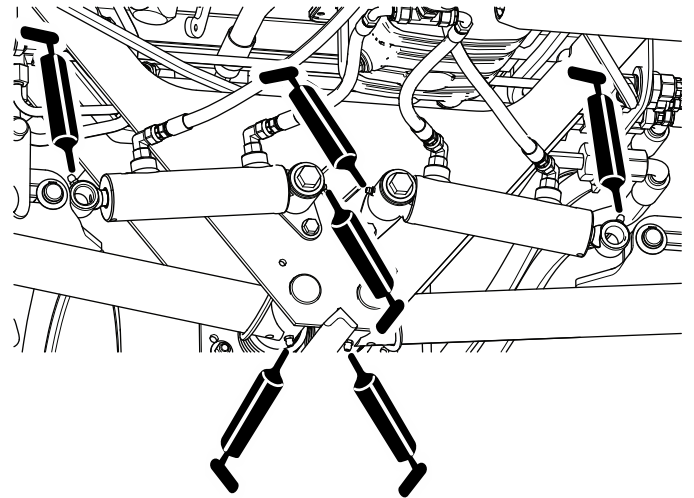

Figura 43
- Perna orientabili del braccio di sollevamento posteriore e cilindri di sollevamento (3 su ciascun lato); fate riferimento a Figura 43.